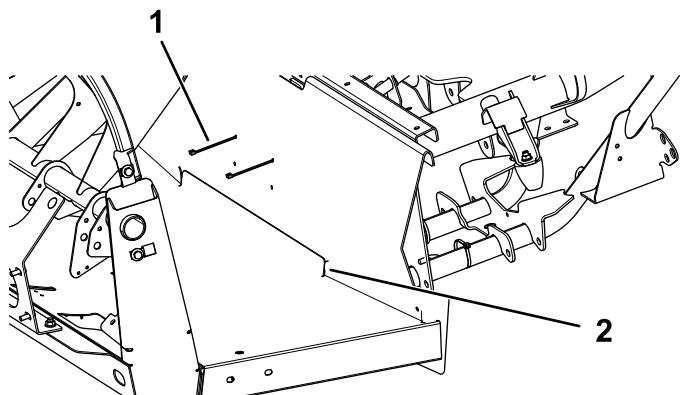

図 23
- 3. フラップを折り曲げてフロアフランジの後ろに入れる図 23。
- 4. ケーブルタイ2本でフラップをセンターフレームのチューブに固定する図 23。